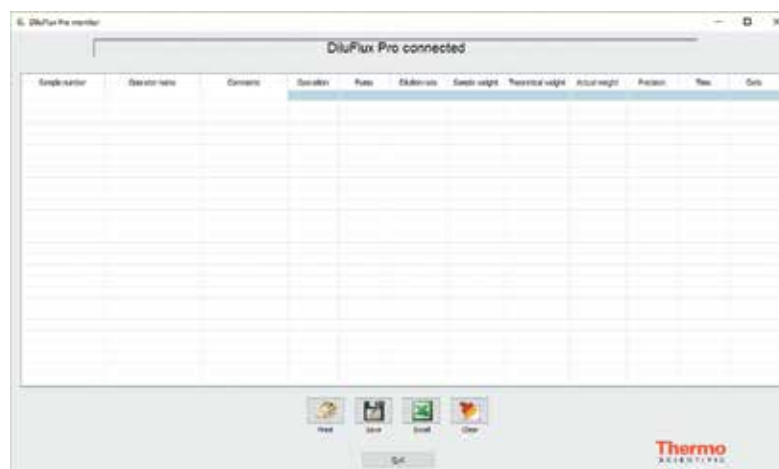

Figure 31
- Lorsque cet écran (Figure 31) s'affiche, le DiluFlux Pro est correctement connecté.